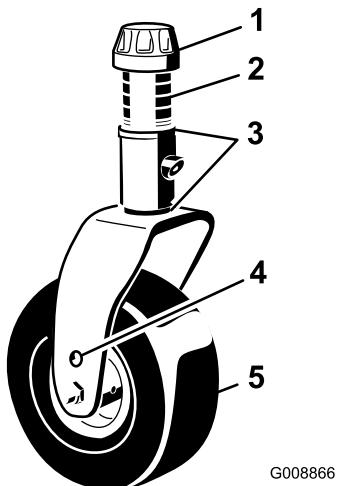
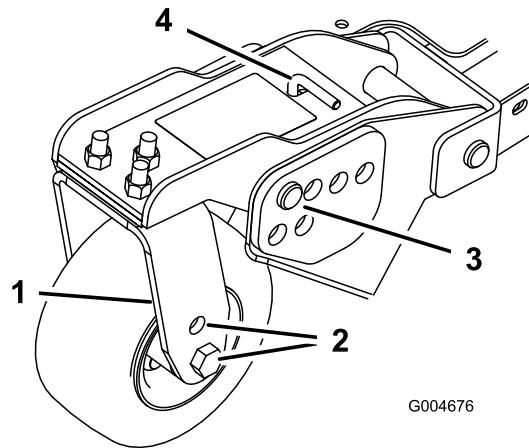
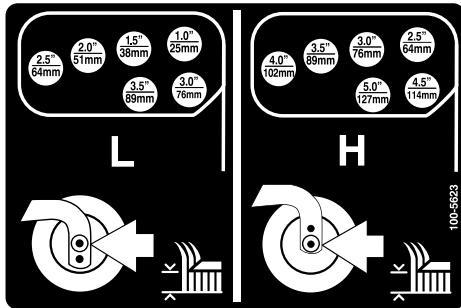

Bild 21
Bild 23
Bild 24
1. Stecken Sie die Laufradachsen in allen Laufradgabeln in die gleichen Löcher (Bild 21 und Bild 23).
2. Entfernen Sie die Spannkappe von der Spindelwelle und ziehen die Spindel aus dem Laufradarm heraus (Bild 21).
5. Entfernen Sie den Splint und die Lastösenbolzen von den Laufradgelenkarmen (Bild 23).
6. Drehen Sie die Spannstange, um den Gelenkarm anzuheben oder abzusenken, bis die Löcher mit den ausgewählten Löchern in der Schnitthöhenhalterung im Mähwerkrahmen ausgerichtet sind (Bild 23 und Bild 24).